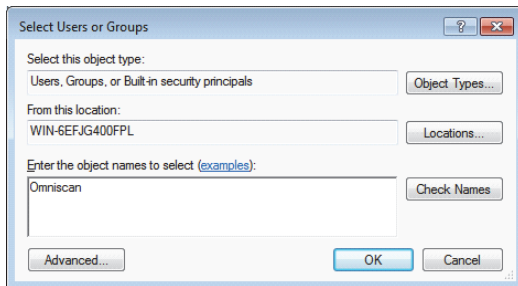

Рис. 7-32 Окно **Выбор пользователей и групп (Windows 7)**
11. В диалоговом окне **Select Users or Groups** (Выбор пользователей и групп) щелкните на кнопке **Locations** [Размещение] (см. Рис. 7-32 на стр. 244).
13. В диалоговом окне **Select Users or Groups** (Выбор пользователей и групп) в поле **Enter the object names to select** (Введите имена выбираемых объектов) введите **Omniscan** (см. Рис. 7-32 на стр. 244) и нажмите **ОК**.